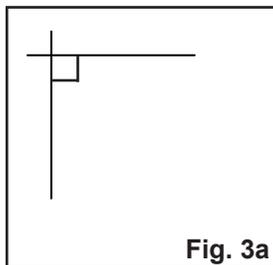
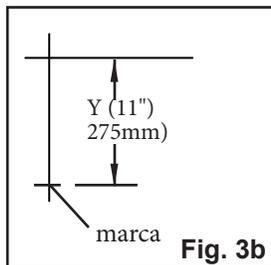
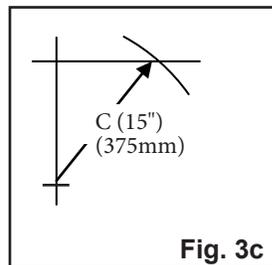

Fig. 3a
Fig. 3b
Fig. 3c
3. **Determine la medida final.** En una superficie vertical plana, con un nivel, trace una línea horizontal y una vertical creando un triángulo rectángulo (Fig. 3a). Mida desde la intersección en la medida "Y" establecida y marque (Fig. 3b). Con la cinta mida comenzando en la marca "Y" modificada, mueva la cinta a lo largo de la línea de "X" y marque la medida "C" donde cruza la línea "X" (Fig. 3c). Mida desde la intersección hacia la intersección "C" y esta será su nueva medida "X" (Fig. 3d).